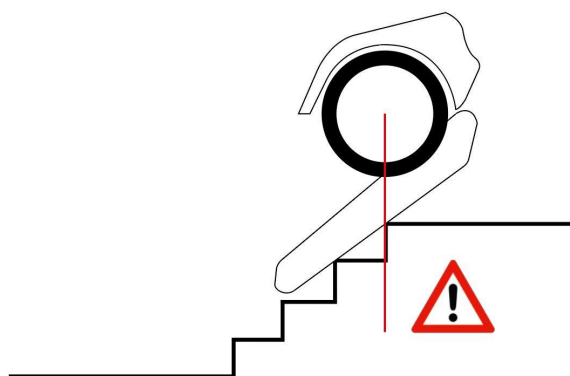
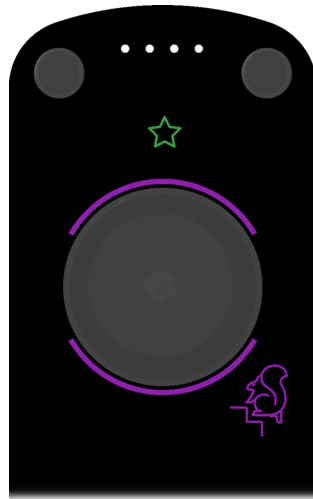

Abbildung 52. Wenn die Mitte der Radachse die Kante der obersten Stufe erreicht hat, muss spätestens der Übergang zur oberen Ebene manuell ausgelöst werden!
Abbildung 53. Der grüne Hinweis-Indikator zeigt, dass das Treppen-Ende erkannt und das Stützsystem ausgefahren wurde
Spätestens, wenn die Mitte der Radachse auf der Kante des obersten Tritts angekommen ist (Abbildung 52, „Wenn die Mitte der Radachse die Kante der obersten Stufe erreicht hat, muss spätestens der Übergang zur oberen Ebene manuell ausgelöst werden!“ [72]), sollte das Stützsystem ausgefahren sein und der Hinweis-Indikator grün leuchten (Abbildung 53, „Der grüne Hinweis-Indikator zeigt, dass das Treppen-Ende erkannt und das Stützsystem ausgefahren wurde“ [73]). Sollte dies nicht der Fall sein, musst Du jetzt den Übergang manuell auslösen! Siehe dazu Abschnitt Treppenende manuell auslösen.
6. **Wenn Du das Treppenende erreicht hast, musst Du überwachen, ob die Sensoren das Ende korrekt erkennen. Sobald der Rollstuhl das Stützsystem ausgefahren hat, leuchtet der Hinweis-Indikator grün (siehe Abbildung 53, „Der grüne Hinweis-Indikator zeigt, dass das Treppen-Ende erkannt und das Stützsystem ausgefahren wurde“ [73]). Spätestens, wenn die Kante des obersten Trittes in der Mitte der Radachse ist ([Abbildung 52, „Wenn die Mitte der Radachse die Kante der obersten Stufe erreicht hat, muss spätestens der Übergang zur oberen Ebene manuell ausgelöst werden!“](#) [72]), musst Du den Übergang manuell auslösen.** Siehe Abschnitt 5.6.1 wie Du das Ende der Treppe manuell auslösen kannst.